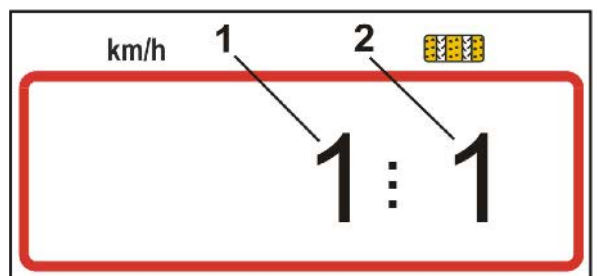

Fig. 74
2. Portare il trattore in posizione di avvio (Fig. 74) e la seminatrice in posizione di lavoro (interrompere eventualmente il dosaggio della semente).